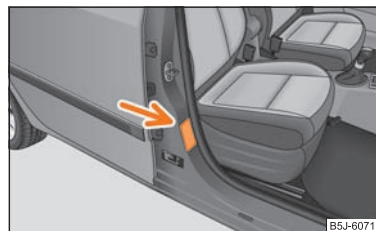

Fig. 122 Autocollant sur le montant central de la carrosserie côté passager avant
- L'autocollant qui se trouve ⇒ fig. 122 sur le montant central de la carrosserie côté passager avant attire votre attention à ce sujet. L'autocollant est visible dès que la porte du passager avant est ouverte. L'autocollant est aussi placé sur le pare-soleil du passager avant dans certains pays.